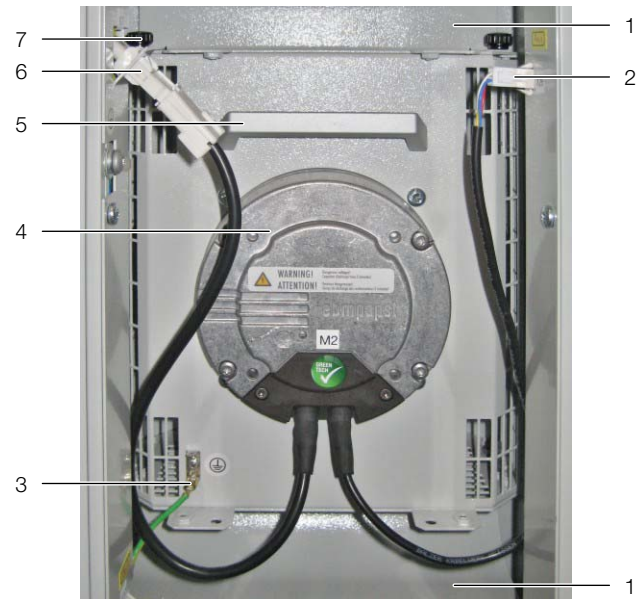

Рис. 32: Вентиляторный модуль в модульном отсеке – исполнение у LCP Inline flush
- Отсоедините слева и справа оба штекера подключения DC и AC вентилятора (рис. 32, поз. 2 и 6).
- Отсоедините заземление от вентилятора (рис. 32, поз. 3).
- Отсоедините по два винта сверху и снизу (рис. 32, поз. 7) на пластинах крепления вентилятора.